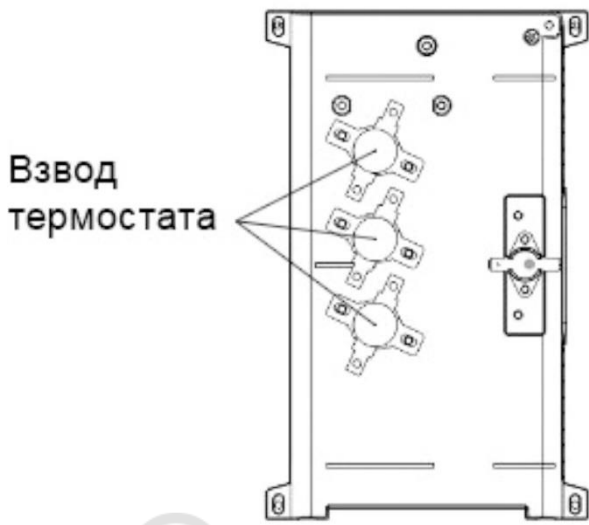

Рис. 19. Ручное восстановление термостатов
- Поочередно нажмите кнопки взвода в центре термостатов (см. Рис. 19), пока один из них не издаст щелчок.